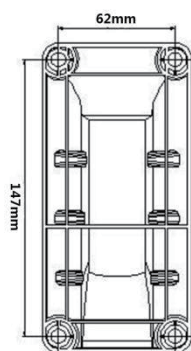

Fig.2
3. Utilisez le support de montage comme modèle pour marquer la position des vis et percez quatre trous sur le mur (Fig.2).